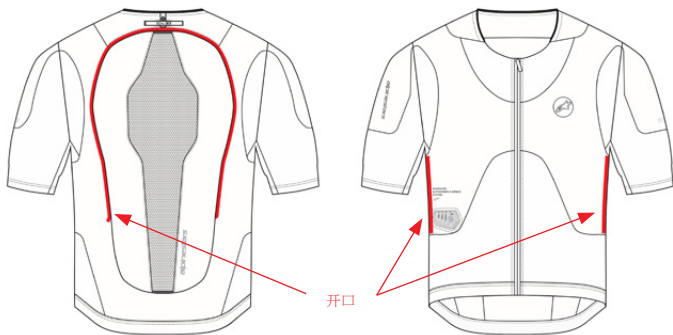

图 24：底层 (1) 开口
2. 拆下背部保护装置 (4) - 拆下背部保护装置 (4) 上部的魔术贴，将背部保护装置 (4) 与底层 (1) 分开。
3. 拆下安全气囊 (11) - 从后部开口处开始，拆下系统后部和袖套区域中安全气囊 (11) 与底层 (1) 相连的 12 个连接环。要接触系统前部的连接环，请使用位于防护服内侧两侧的两个开口，如图 24 所示，开口位于腋下区域正下方的系统两侧。接下来，将安全气囊 (11) 从底层 (1) 上完全取下。